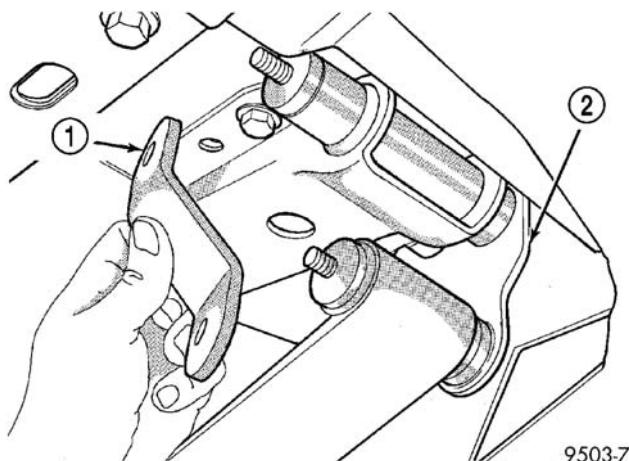

图 35 后簧吊架
- (9) 松开并卸下后板簧吊架螺母（图 35）。然后从吊架上卸下吊架夹板，并从吊架上卸下板簧。（图 35）。
- (10) 从车辆上卸下板簧。
- (11) 松开并卸下后板簧前支座的枢轴螺栓。卸下支座。